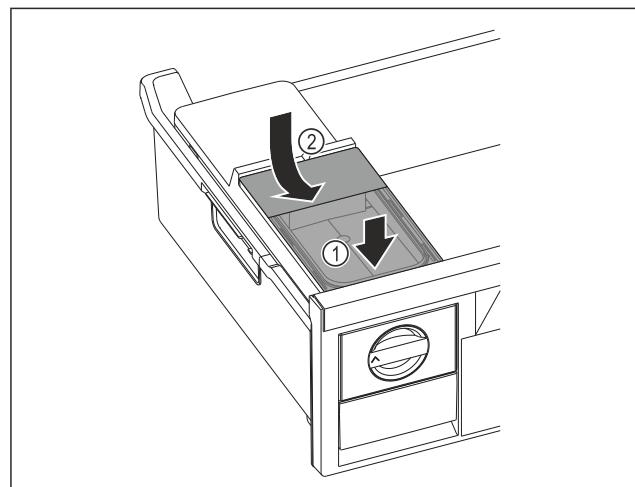

Fig. 40
- Помістити бак для води спереду. Fig. 40 (1)
- Опустити бак для води ззаду. Fig. 40 (2)